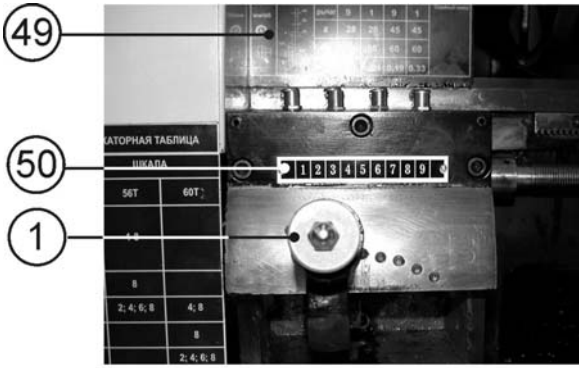
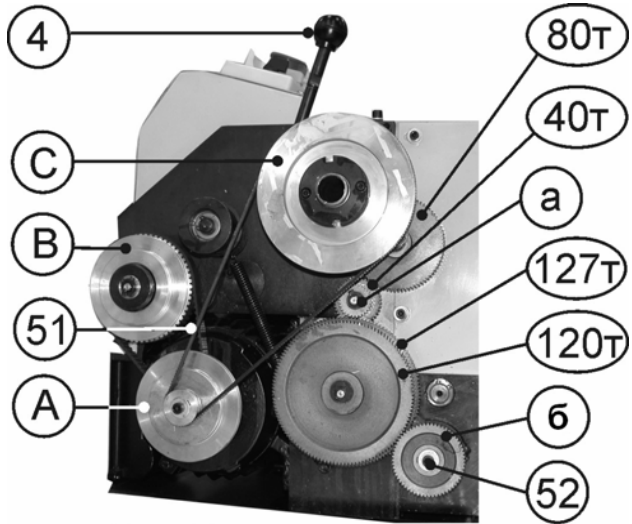

Рис.18
Рис.19
10.4.4. Станок оборудован коробкой скоростей автоматической подачи в диапазоне от 0,12мм. до 0,33мм. за один оборот шпинделя (см. таблицу 2 и шильдик (49), Рис.18.)
10.4.5. Откройте защитный кожух гитары (2), как указано в п.9.3.2. По таблице 2 установите необходимые шестерни (а) и (б), Рис.19, закройте защитный кожух (2), п.9.3.2.
10.4.6. Пользуясь таблицей 2, при включенном станке, перемещая рычаг переключения скорости автоматической подачи, (1), Рис.18, можно менять скорость автоматической подачи. Например, при установке шестерен а=28Т и б=60Т, Рис.19, в положении 9 рычага переключения скорости автоматической подачи (1) по шкале (50) – скорость подачи равна 0,12мм на один оборот шпинделя. При установке рычага переключения скорости автоматической подачи (1) в положение 1 по шкале (50) – скорость подачи равна 0,21мм на один оборот шпинделя и т.д., Рис.18.
При каждом перемещении рычага переключения скорости автоматической подачи (1), необходимо рычаг натяжения ремня (4) привести в крайнее положение от себя, Рис.19.
10.5.2. Переставляя клиновой ремень (51) на шкивах А,В,С в положения 1,2,3 согласно таблице 3, можно ступенчато изменять скорость вращения шпинделя – 100; 250; 350; 500; 900 и 1800 об/мин., Рис.19, (А,В,С - шкивы). Например, при установке клинового ремня (51) на шкивах В,С в положении 1 – скорость вращения шпинделя равна 100 об/мин., а в положении 3 - скорость вращения равна 500 об/мин. и т.д., Рис.19.
10.6.4. Комбинации использования шестерен для нарезания резьбы см. в таблице 4 и Рис.19.
1. См. Рис. 19
Рычаг переключения скорости автоматической подачи (1), Рис.18, в положении 1
2. См. Рис. 19
Рычаг переключения скорости автоматической подачи (1), Рис.18, в положении 7
10.6.5. Отвинтите крепёжный болт (52) , закрепляющий шестерню (б) и снимите стопорную шайбу шестерни (а), Рис.19.
10.6.6. Осторожно снимите шестерни, чтобы сохранить на месте шпонки на валах и установите необходимые шестерни (а) и (б). Количество зубьев на каждой шестерне промаркировано. Установите крепежный болт (52) шестерни (б) и стопорную шайбу шестерни (а), Рис.19.
10.6.8. Положение шестерен 120Т и 127Т для метрической резьбы показано на Рис. 19.
10.6.9. Для нарезания дюймовой резьбы шестерни 120Т и 127Т необходимо поменять местами, Рис. 19.